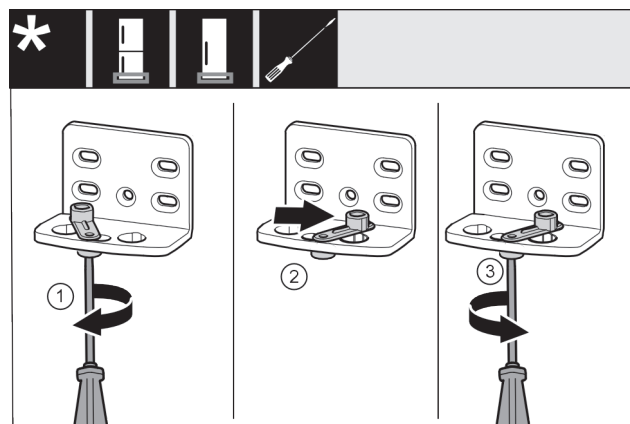

Fig. 46 \*
- Allentare leggermente la vite Fig. 46 (1) con un cacciavite.\*
- Sollevare l'ausilio di chiusura della porta Fig. 46 (2) e ruotarlo nel foro di 90° a destra.\*
- Stringere la vite Fig. 46 (3) con un cacciavite.\*